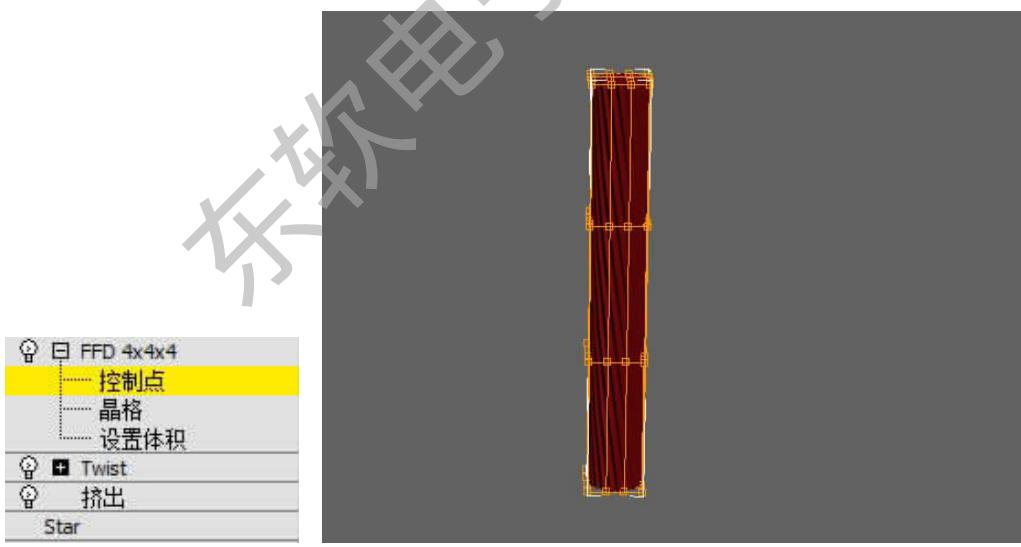

图 2-64 使用 FFD 修改器
Step 8. 进入  修改面板，在修改列表中选择 FFD 4×4×4 修改器，进入如图 2-64 所示。